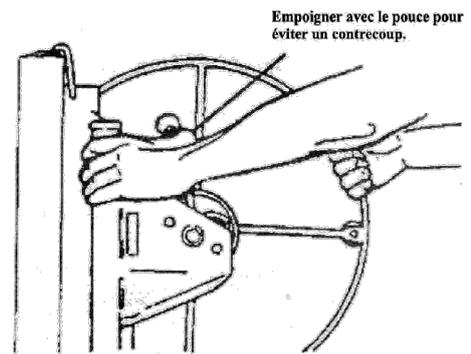

Figure 3
a. Soulever le levier de frein sur toute la hauteur, saisir le treuil poste, et tenez le levier de frein fermement avec le pouce . (voir figure 3) :